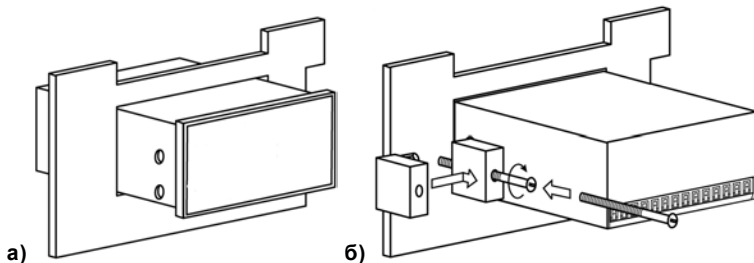

Рисунок 5.3 Монтаж прибора щитового исполнения
- 3) Вставить прибор в специально подготовленное отверстие на лицевой панели щита (см. Приложение А и рисунок 5.3, а).
- 4) Вставить фиксаторы из комплекта поставки в отверстия на боковых стенках прибора (рисунок 5.3, б).